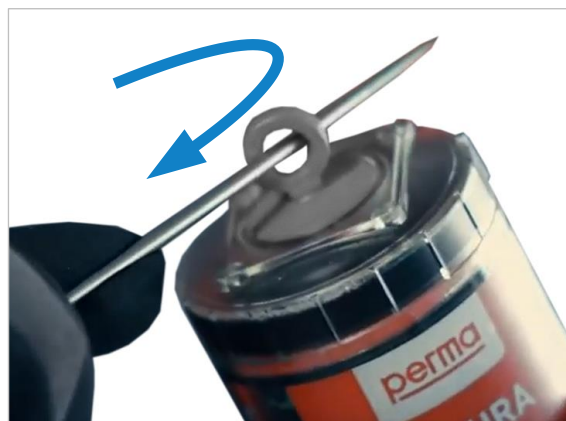

Abbildung 68: Aktivierung mit Ring-Öse
- Wartungstüre (vorne) öffnen und den verbrauchten Schmierstoffgeber (S) herausrauben.
- Verschlusskappe der neuen Patrone entfernen. Schmierstoffabgabe durch Eindrehen der Aktivierungsschraube, mit einem geeigneten Werkzeug, bis zum Abreißen der Ring-Öse aktivieren (siehe ⇒ Abbildung 68 rechts).